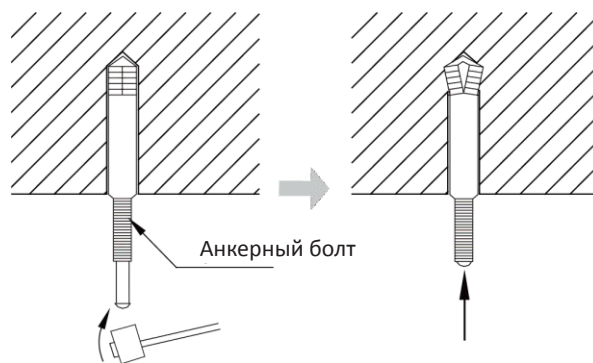

Рис. 4.1.4
- 2) Вставить анкерный болт М10 в отверстие; забить втулку в болт– см. на рис. 4.1.4.